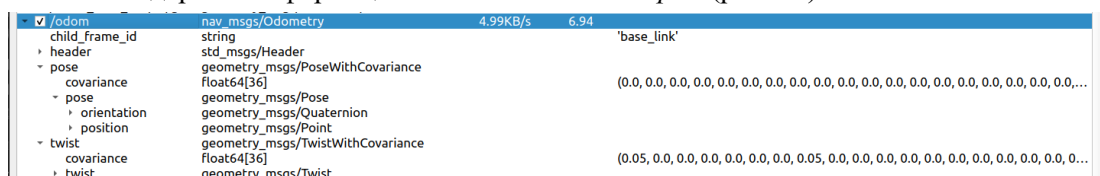

Рис. 18. Показания колесной одометрии
- /odom содержит информацию о *колесной одометрии* (рис. 18):